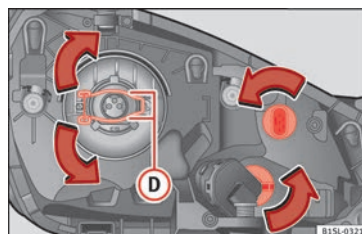

Fig. 85 Faro izquierdo
2. Presione el estribo de seguridad » fig. 85 D hacia abajo en la dirección de la flecha, desenganchelo hacia el lateral y aléjelo.
5. Coloque la lámpara, devuelva a su posición y enganche el estribo de seguridad » fig. 85 D.